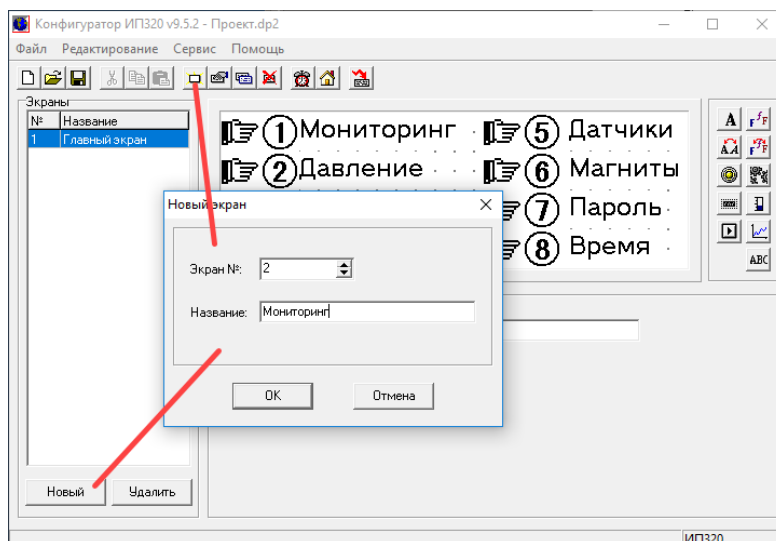

Рисунок 7.4 – Параметры экрана «Мониторинг» (№2)
11. Нажать кнопку «Новый» () панели инструментов или кнопку «Новый» области «Экраны». В открывшемся окне «Новый экран» задаем название «Мониторинг» и №2, см. рисунок 7.4.